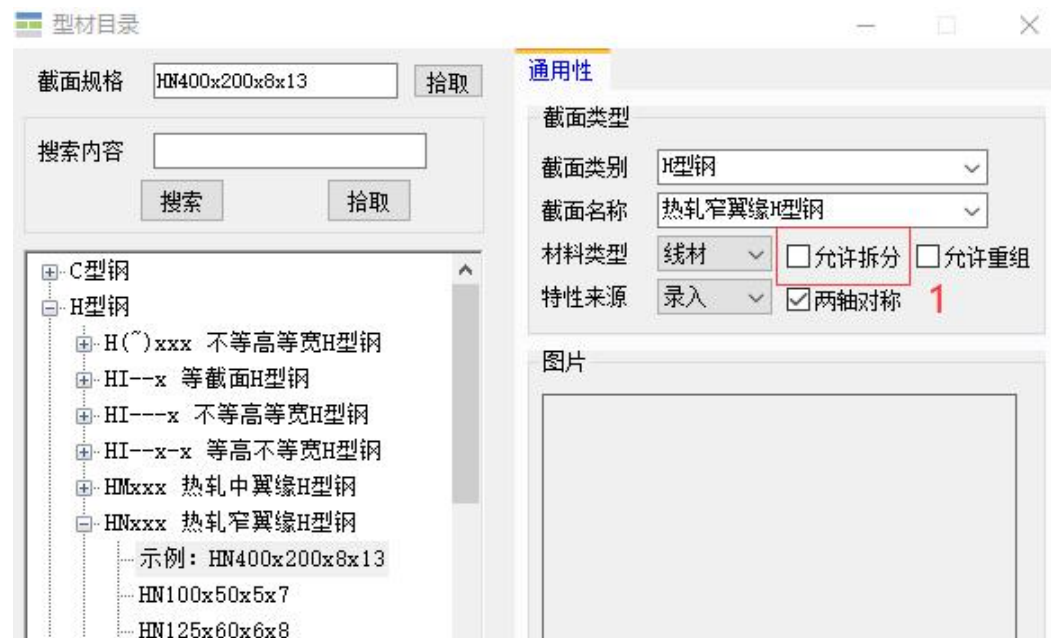

图 1
1.3 当零件的材料类型为板材时，程序将按照型材目录中的截面拆分（图 1）设置对零件进行拆分成板材。若型材目录中对此类截面未勾选允许拆分（图 1 第 1 处），则关闭窗口后程序会提示错误信息。